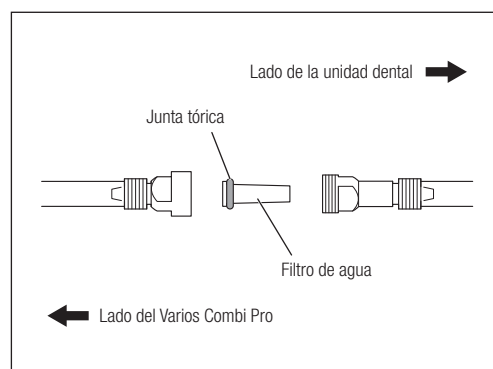

Fig. 57
- 5) Coloque el nuevo filtro de agua con la junta tórica en el lado del Varios Combi Pro y vuelva a montar el conjunto siguiendo el procedimiento de desmontaje a la inversa (Fig. 57).